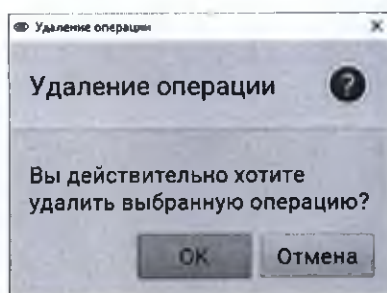

Рис. 5.8: Подтверждение удаления операции
2. Нажмите кнопку *Удалить* панели информации об операции. Появится окно подтверждения удаления (рис. 5.8).